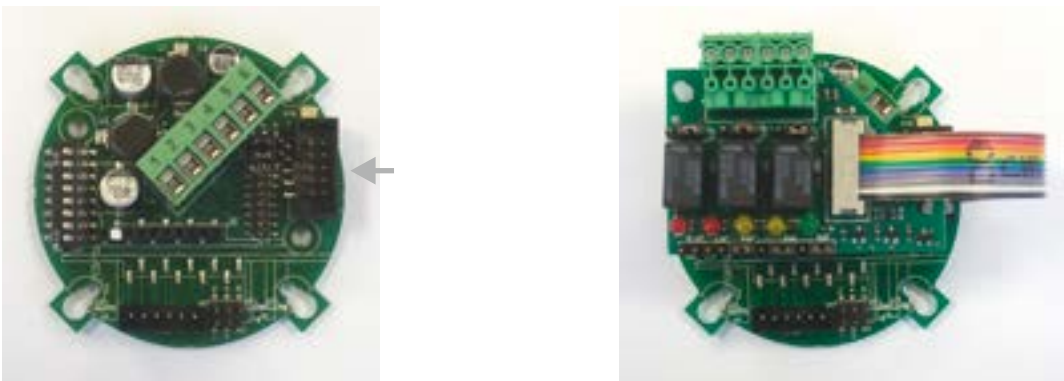

Figure 1) Assembly of the relay card on the SMART3 main board
2. Inserire il connettore posto all' estremità del cavo flat della scheda 3 relè nel connettore apposito presente sulla base dello SMART; rivolgere la sporgenza presente sul connettore verso l' interno del circuito. Vedere figure 1 e 2.
3. Insert the female connector at the edge of the flat cable into the male connector on the main PCB of the detector (see figure 1 and 2 below). Beware that the black triangle on the female connector (corresponding to pin one) is facing towards the internal part of the PCB.